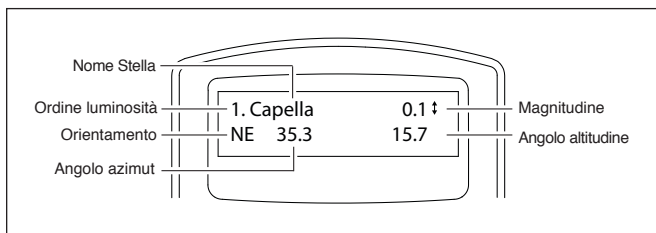

Figura 19. Informazioni sulla stella di allineamento visualizzate sul display LCD.
4. Utilizzare i tasti di scorrimento per scorrere l'elenco delle stelle luminose. Nell'elenco saranno generalmente presenti solo poche stelle e talvolta sarà presente solo una stella. L'unità di controllo manuale visualizzerà il nome e la magnitudine della stella luminosa sulla prima riga e la sua posizione sulla seconda riga (**Figura 19**). Sulla seconda riga, il primo numero è l'angolo azimutale della stella o le coordinate E-O, in gradi, mentre il secondo numero corrisponde all'altitudine sull'orizzonte in gradi. Tali coordinate forniscono un modo semplice per identificare la stella luminosa scelta. Quando si è certi che l'unità di controllo manuale stia visualizzando il nome della stella luminosa su cui si desidera eseguire l'allineamento, premere ENTER.